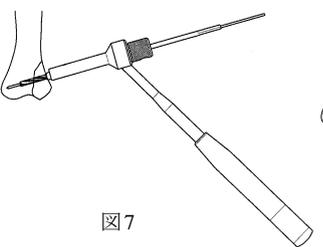
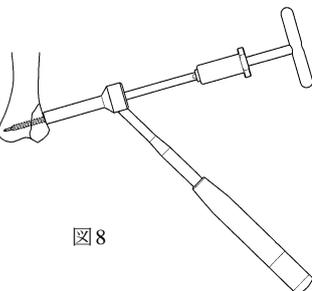
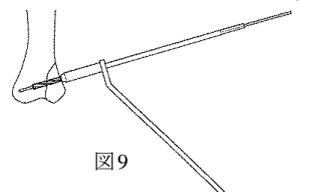

図7
図8
図9
- 4) 4.0CCS用ドリルによる穴あけ後(図7)、経皮的挿入器のドリルスリーブを取り外し4.0CCSタップにてプレタップを行います(図8)。後端にはTハンドルが接続されます。3.0ドリルガイド(S)を用いて4.0CCS用ドリルによる穴あけも可能です(図9)。